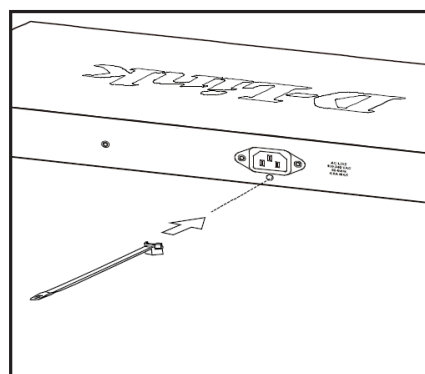

Рис. 7 Установка стяжки
- Установите стяжку замком вниз в отверстие, расположенное под разъемом питания, как показано на **Рис. 7**.